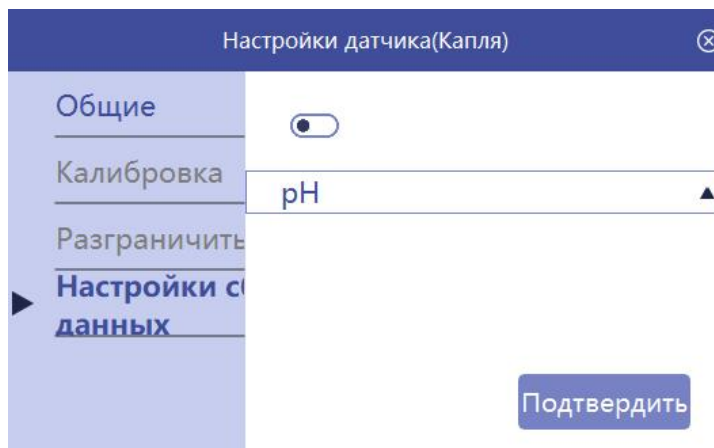

Рисунок 15
- ④ Настройки переключения сбора осуществляются следующим образом: после подключения датчика щелкните значок настроек  для входа в настройки сбора датчика. В опции "Настройки сбора" интерфейса, как показано на рис.15, нажмите кнопку "Переключение датчиков". Например, встроенный датчик кислорода/растворенного кислорода может переключаться на кислород в воздухе или растворенный кислород с помощью этой функции.